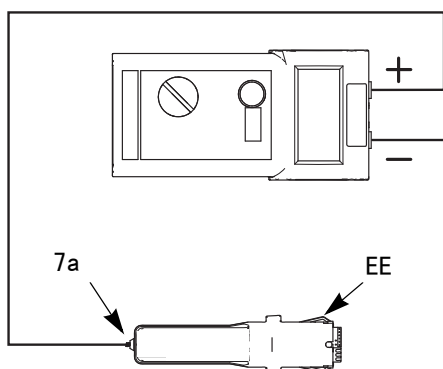

图 15. 测试供电电源的电阻
1. 卸下供电电源 (7)。请参见**供电电源拆卸与更换** (第 33 页)。
2. 卸下供电电源的涡轮 (8)。请参见**涡轮拆卸与更换** (第 34 页)。
3. 测量从供电电源的接地片 (EE) 到弹簧 (7a) 的电阻。电压为 85kV 的喷枪的电阻应为 130-160 兆欧。参见图 15。